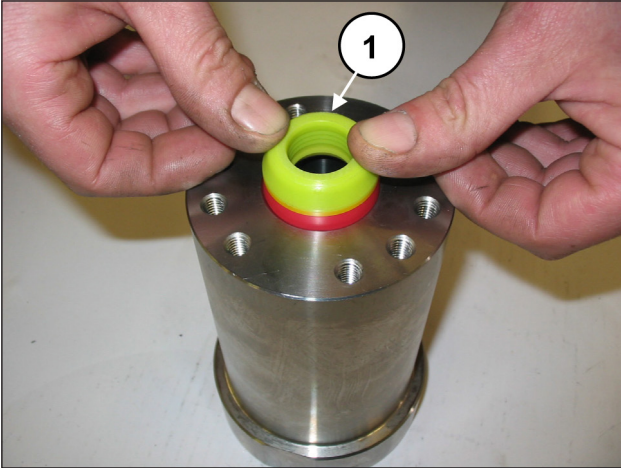
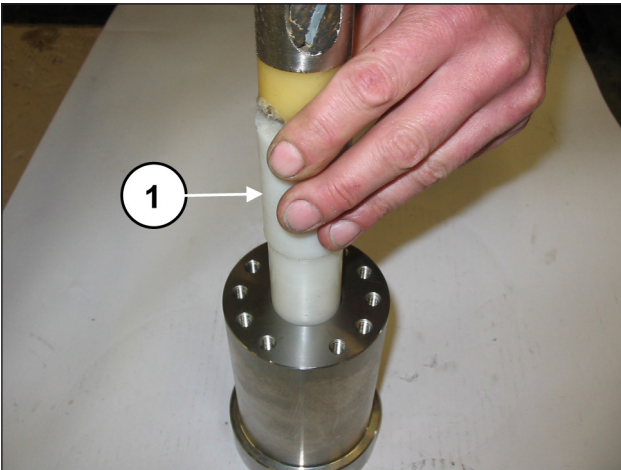
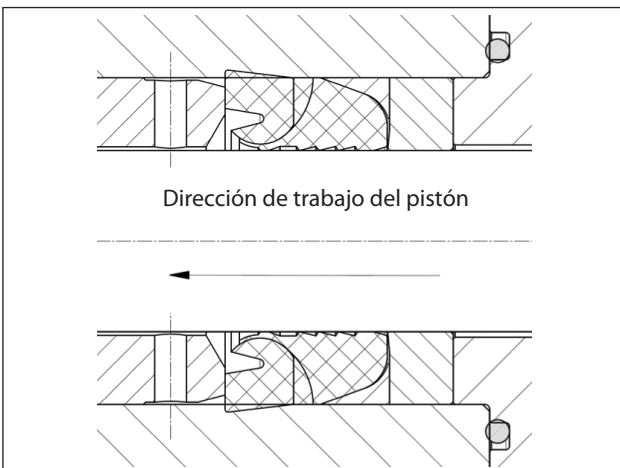

Fig. 132
Fig. 133
Fig. 134
Introducir el paquete H.P. (alta presión) (pos. ①, Fig. 132); para evitar daños debido a la ligera interferencia entre la junta y la camisa, se recomienda utilizar la herramienta (cód. 27540100 para SK20, SK22 y SK24, cód. 27540900 para SK26, SK28 y SK30) (pos. ①, Fig. 133).
La junta H.P. se ha de introducir en la camisa como se indica en la Fig. 132 y Fig. 134.